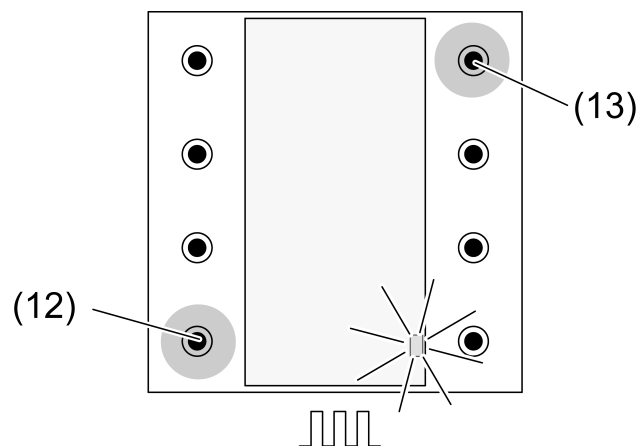

Bild 5: Programmiermodus für Szenentasten aktivieren
- Tasten oben rechts (13) und unten links (12) gleichzeitig 4 Sekunden drücken (Bild 5). Die Sendele-LED (9) blinkt langsam. Funksensor befindet sich für ca. 1 Minute im Programmiermodus.
- Tasten oben rechts (13) und unten links (12) gleichzeitig kurz drücken (Bild 5).